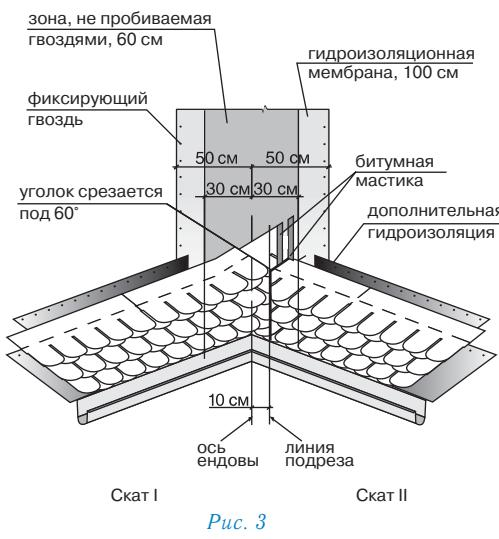

Рис. 3
- лист, подходящий к ендве со ската II, должен доходить до линии подрезки и обрезаться по ней. Верхний уголок обрезанного края листа подрезается под углом  $60^{\circ}$  (5–3 см — рис. 3);
### Ендова (рис. 3)
- лист, подходящий к ендовой со ската II, должен доходить до линии подрезки и обрезаться по ней. Верхний уголок обрезанного края листа подрезается под углом 60° (5 3 см — рис. 3);